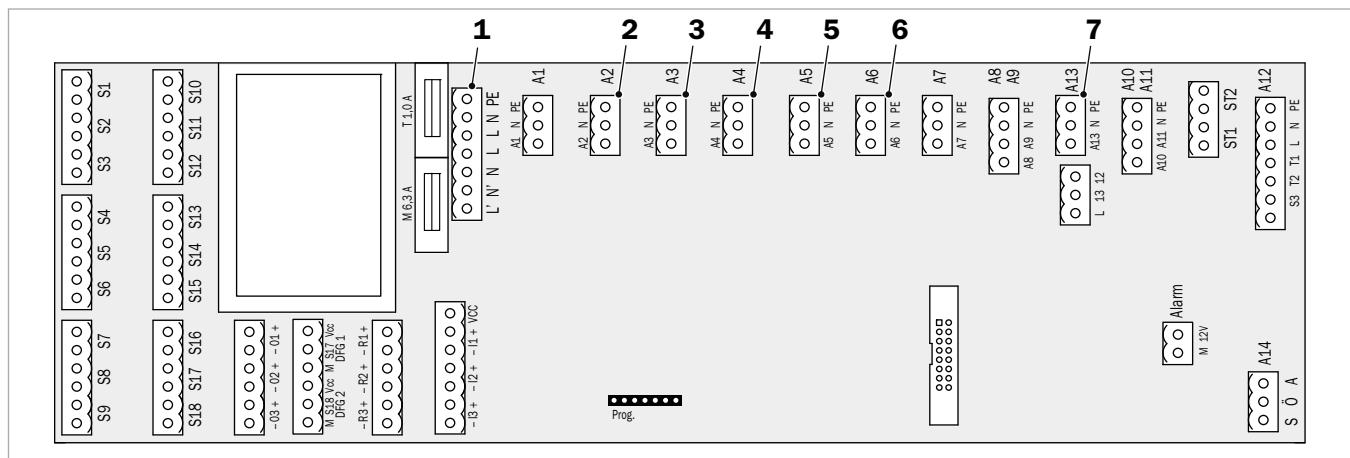

Fig. 20: Módulo de red
2. Saque el conector (1) del módulo de red (→ fig. 20) y conéctelo en (1) del árbol de cables para casos de emergencia.